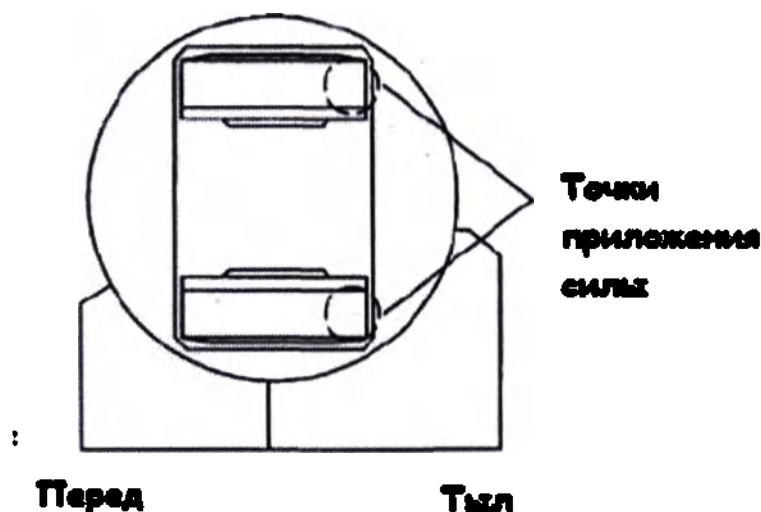

Рисунок 4-2 — Точки приложения силы при перемещении гантри вручную в случае возникновения неисправности или аварийного отключения электропитания
3. Нажимайте только на ту часть детектора, которая расположена ближе к задней части гантри. Следует нажимать на детектор, а не кожух гантри (Рисунок 4-2).